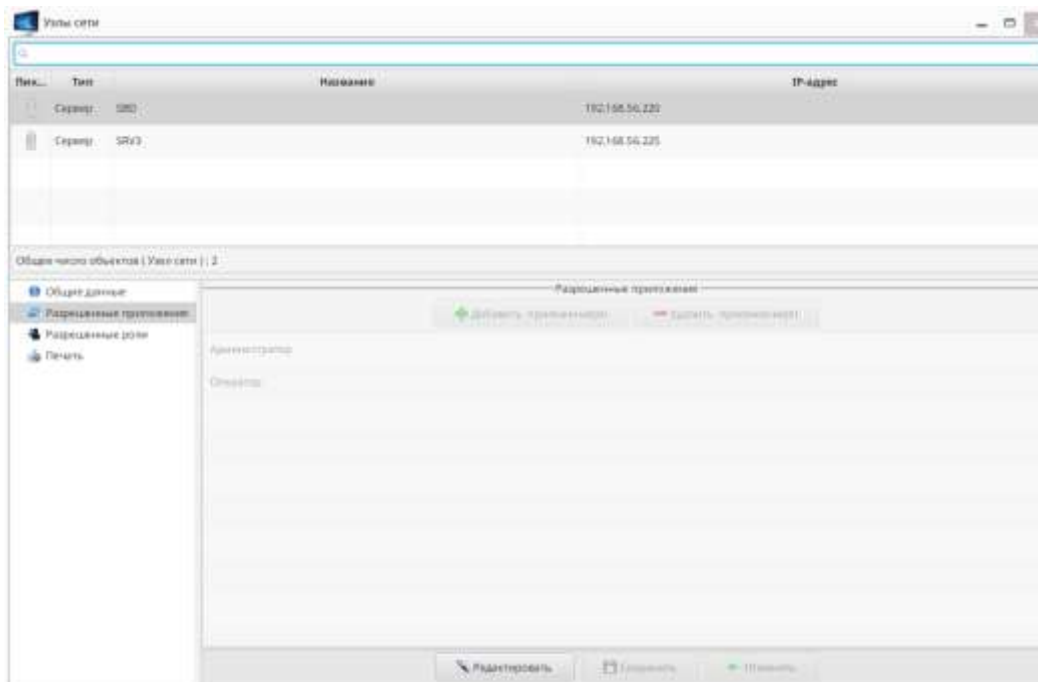

Рис. 26
1) в списке выбрать нужный АРМ, далее в навигационном дереве выбрать узел «Разрешенные приложения» и нажать кнопку « Редактировать» (Рис. 26);